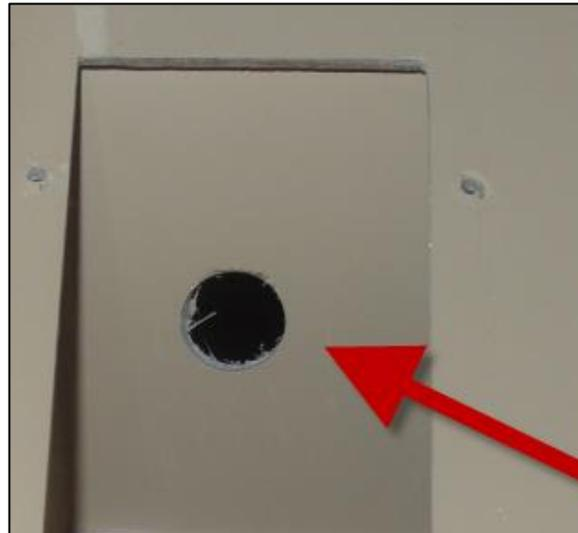

FIGURE 18
24. Rendre la surface de montage du moule de la toilette rugueuse en utilisant du papier abrasif ou du Scotch Brite pour améliorer l'adhérence de la colle (Figure 18).